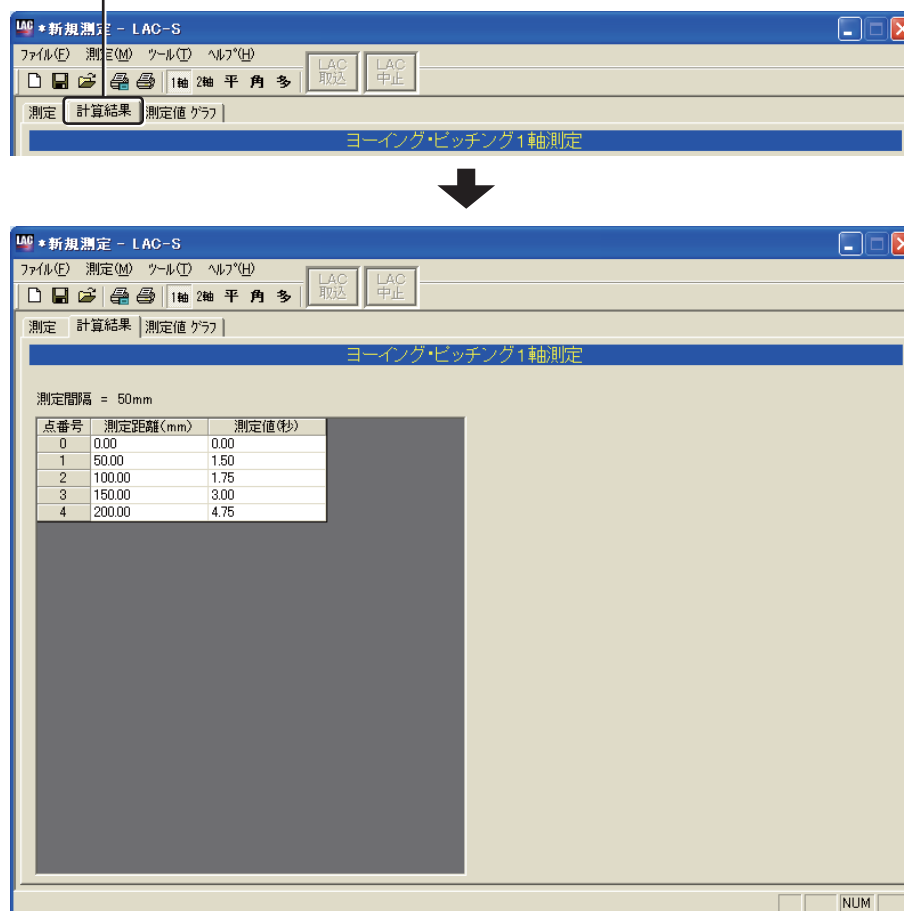

図5-4-11
5.4.2で行った「計算結果」を表示します。ヨーイング・ピッチング測定画面の[計算結果]タブをクリックすると「計算結果」が表示されます(図5-4-11)。